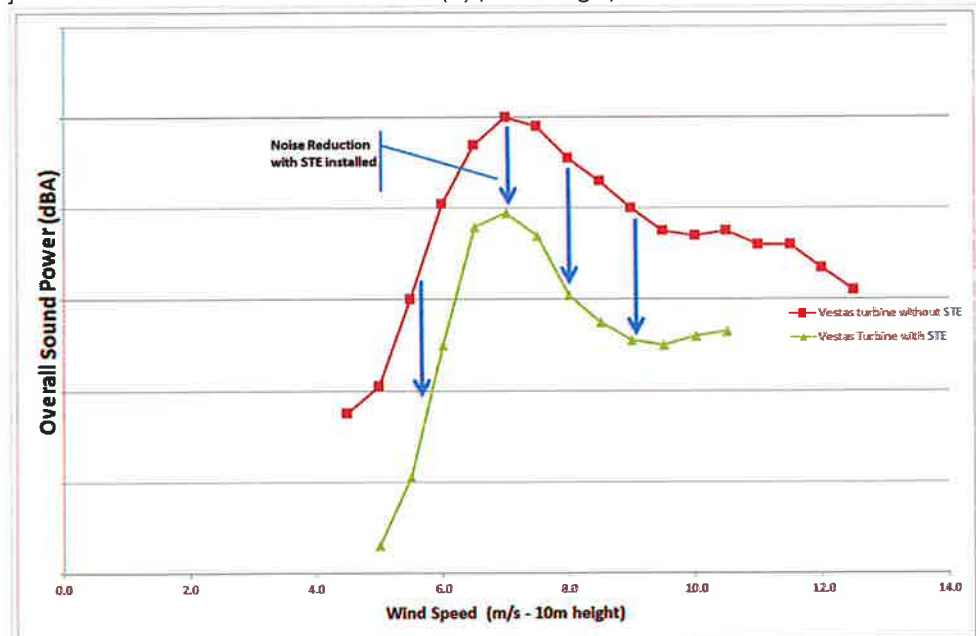

Abbildung 2: Geräuschkurve nach IEC 61400: Vergleich von Windenergieanlagen mit und ohne STE
Da STE an der hauptsächlichen Geräuschquelle ansetzen, können sie zudem dazu beitragen, den Schalleistungspegel insgesamt zu senken. Eine Schalleistungsbestimmung gemäß IEC 61400-11 ergab eine mögliche Senkung der Geräuschemissionen einer Windenergieanlage je nach Geräuschmodus um bis zu 1-3 dB (A) (Abbildung 2).